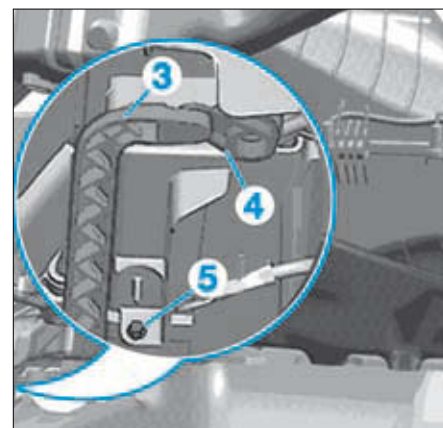
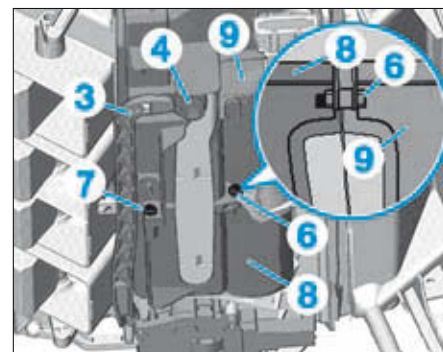

FIG. 23
FIG. 24
- Dégraffer avec précaution la tringle de liaison (3) du levier du volet de mélange d'air droit (4) (Fig.23).
- Déposer la vis (5).
- Déposer les vis (6) et (7) d'assemblage des carters gauche (8) et droit (9) du bloc de climatisation (Fig.24).